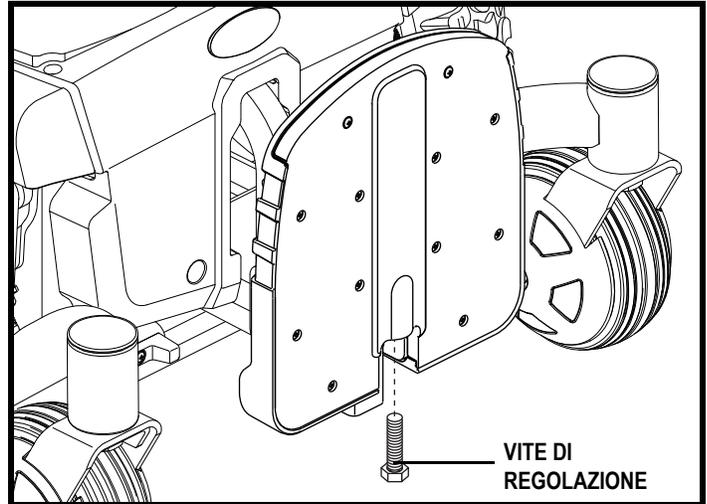

Figura 23. La parte inferiore della pedana unica
1. Ripiegare la pedana unica poggigambe verso l'alto e localizzare la vite di regolazione. **Vedere la figura 23.**